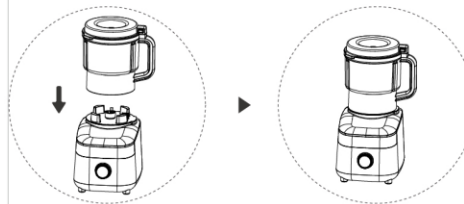

图9-2
- 将多功能杯体安装到主机上，即可实现和面功能（见图 9-2）。